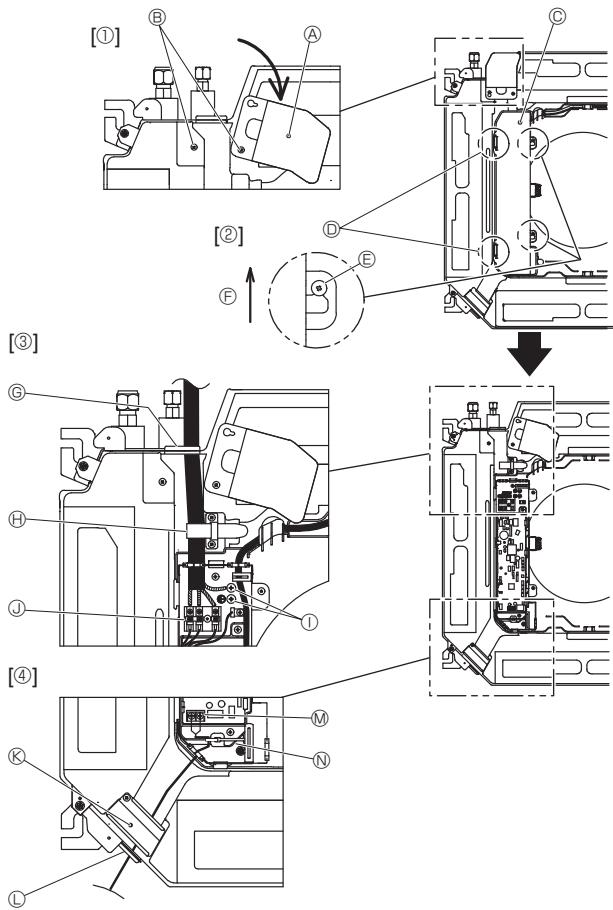
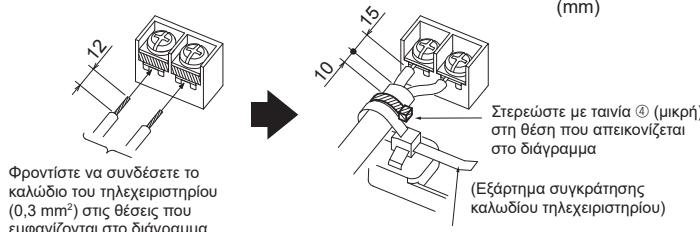

Fig. 6-1
Fig. 6-3
### 6.1. Εσωτερική μονάδα (Fig. 6-1)
- Ξεσφίξτε τις δύο βίδες που ασφαλίζουν το πλαίσιο συντήρησης της ηλεκτρικής καλωδίωσης και, έπειτα, στρέψτε το πλαίσιο συντήρησης. [Fig. 6-1 ①]
- Ξεσφίξτε τις δύο βίδες που ασφαλίζουν το κάλυμμα του ηλεκτρικού κουτιού και, έπειτα, σύρετε το κάλυμμα. [Fig. 6-1 ②]
- Περάστε το καλώδιο τροφοδοσίας, το καλώδιο σύνδεσης εσωτερικής/εξωτερικής μονάδας και το σύρμα γείωσης μέσω των εισόδων καλωδίωσης που αναφέρονται στο διάγραμμα. [Fig. 6-1 ③]
Αν δεν μπορείτε να χρησιμοποιήσετε στρογγυλούς πτυχωτούς ακροδέκτες, δείτε Fig. 6-3 έως 6-6.
- Περάστε και συνδέστε το καλώδιο τηλεχειριστηρίου μέσω των αντίστοιχων εισόδων που δίνονται στο διάγραμμα. [Fig. 6-1 ④, Fig. 6-3]